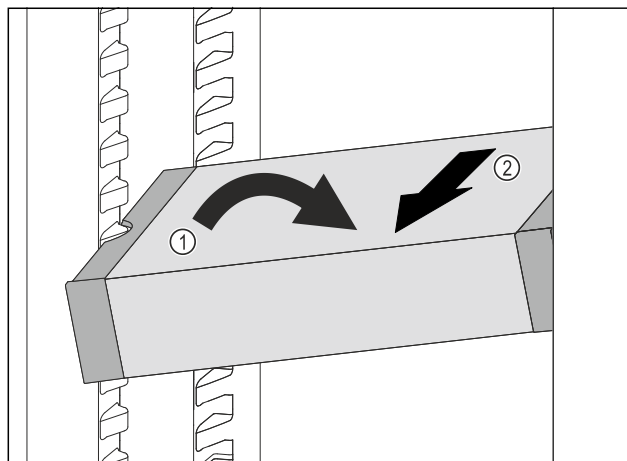

Fig. 98
- 在冷藏区中倾斜 VarioSafe。Fig. 98 (1)
- 向前取出 VarioSafe。Fig. 98 (2)